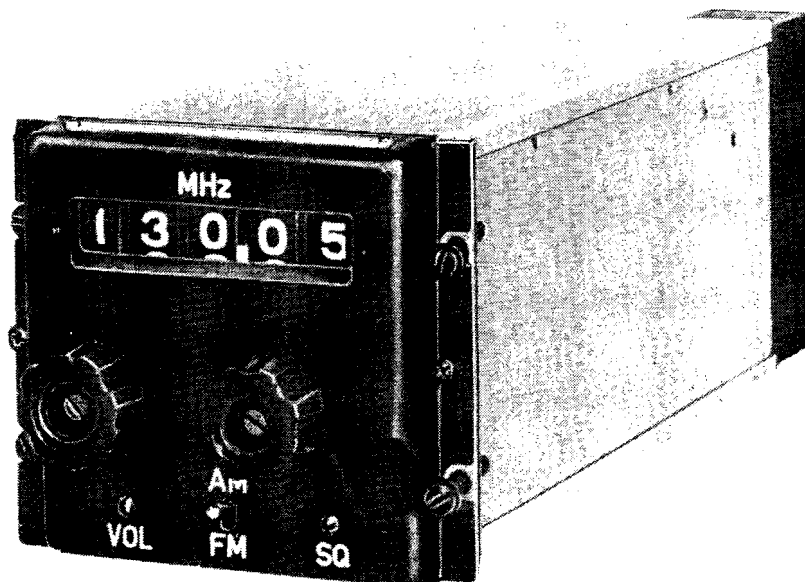

Bild 2. Sändtagaren FR 21
- Sändtagare FR 21, se bild 2.